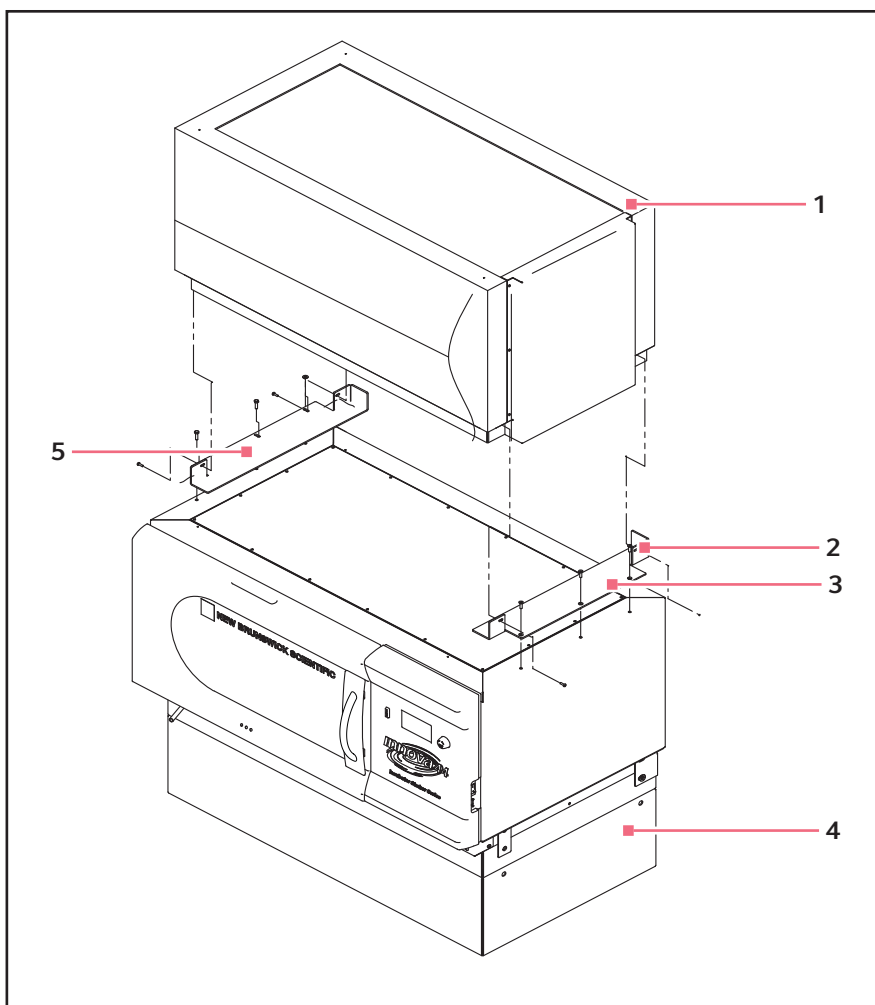

Fig. 6-6: Instalando 4400/4430 em 44/44R Stacking Kit
3. Como indicado na imagem em baixo (aqui Fig. 6-6 na pág. 28), retire os parafusos instalados em cima da unidade de fundo, nos dois cantos.
4. Como indicado em (aqui Fig. 6-6 na pág. 28), fixar o fundo do shaker superior nos suportes com parafusos, anéis de mola e vedações. Aperte primeiro o lado direito, depois o lado esquerdo.